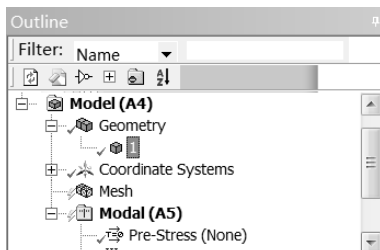

图 6-15 添加材料后的分析树
Step3：单击参数列表中 Material 下 Assignment 后的 按钮，此时会出现刚刚设置的材料 Structural Steel，选择即可将其添加到模型中去。此时分析树 Geometry 前的?变为✓，如图 6-15 所示，表示材料已经添加成功。